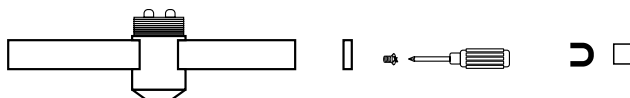

Рис. 5. Установка заглушки на шинопровод
3.4. Установите заглушки на шинопровод согласно рис. 5.